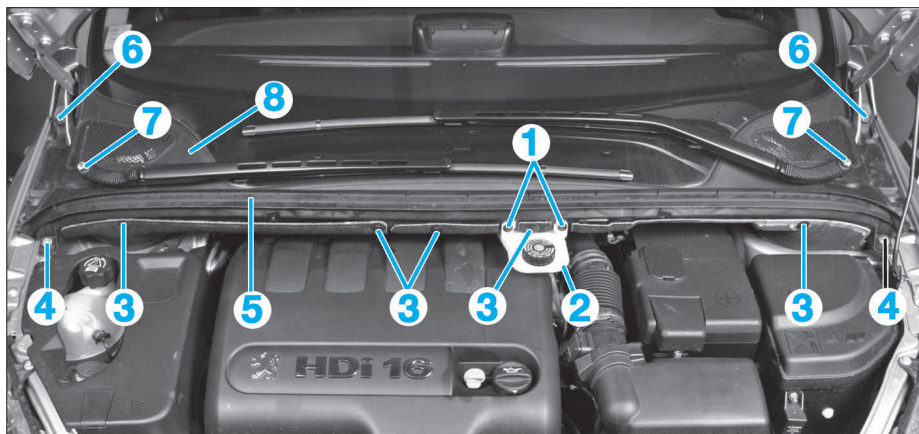

FIG. 10
- Déposer (Fig.10) :
- les vis (1) et dégager le bocal de frein (2)
- les clips (3)
- les vis (4) de la traverse de bas de pare-brise
- la traverse (5)
- les clips (6)
- les écrous (7) et dégager les bras d'essuie-glace (utiliser un extracteur Ref.1335 par exemple)
- la grille d'auvent (8).